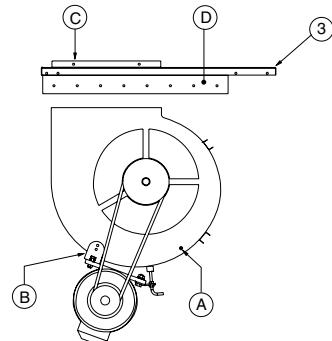

Fig. 3
- 3.- Flytt motoren med dens holder, feste-stang, holder og skruer til posisjon B, og fest i de 8 Ø store hullene på viften i angitt høyde. Sørg for at remskivene stilles i rekke (strammerens midtpunkt i en avstand av ca. 20 mm fra viftens front) (fig. 3).
- 4.- Fest viften til tappene "C" og holderne "D" på øvre panel (3), før eller etter å ha montert den på apparatet, med de nye